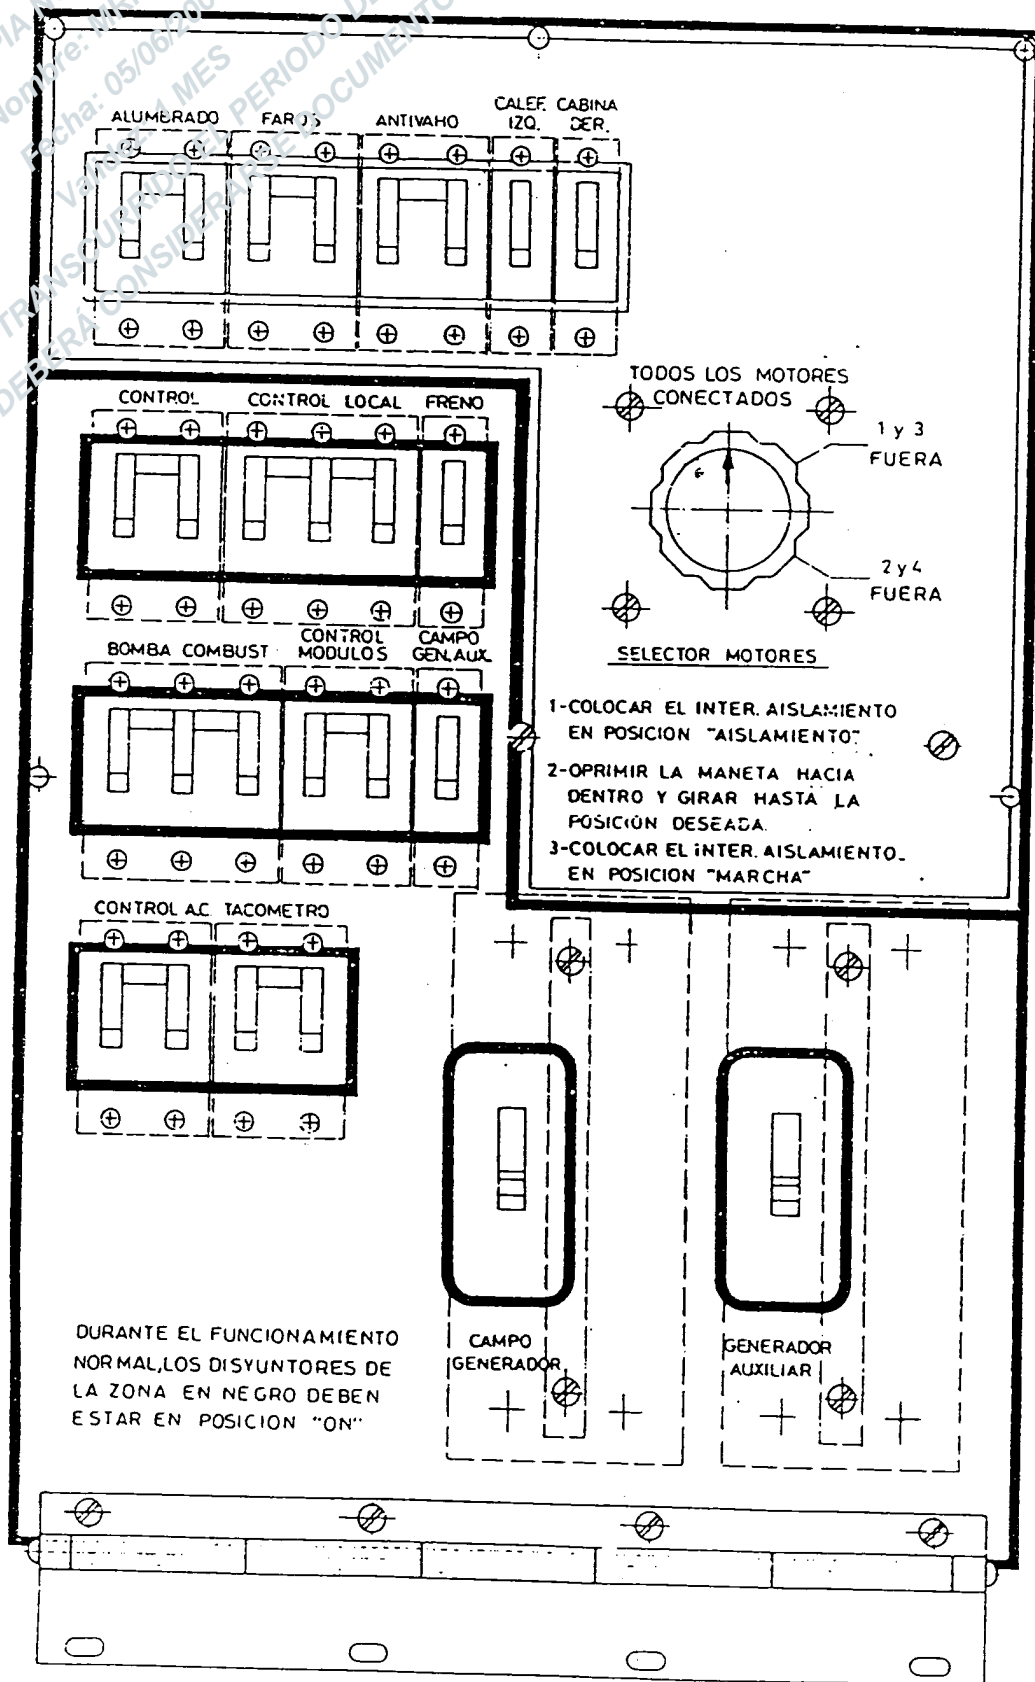

Fig. 1-6.- Panel de disyuntores.
- 4) En el panel de disyuntores colocar los disyuntores de la zona negra en posición conectado (ON). Fig. 1-6.